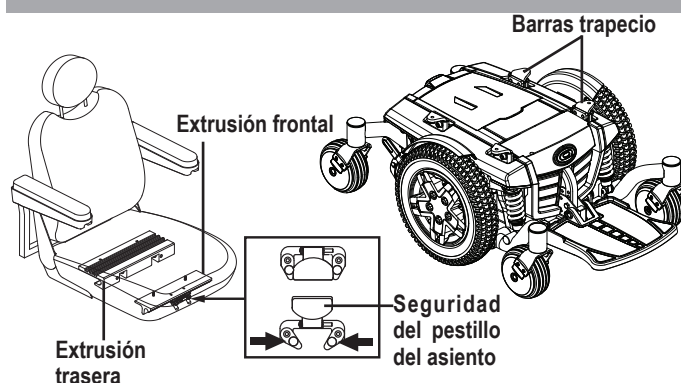

Figura 6. Sistema de Montaje Universal y el asiento contorneado
Instale el asiento antes de utilizar la silla por primera vez o tras haberla transportado a su lugar de destino. Instale el asiento antes de utilizar la silla por primera vez tras haberla transportado a su lugar de destino. La mayoría de los asientos están unidos a la base eléctrica mediante el Sistema de Montaje Universal (UMS). Se trata de piezas universales que pueden utilizarse con cualquier respaldo medio o alto, independientemente de la profundidad y anchura del asiento. Los dos componentes principales son de aluminio extruido y están ubicados en la base del asiento. En un par de barras trapezoides que se coplan a la base eléctrica. Ver figura 6.
1. Incline el asiento y encaje la pieza de aluminio trasera en la barra trapezoide trasera. Ver figura 6.
4. Mueva hacia abajo la lengüeta de seguridad. **Ver figura 6.**